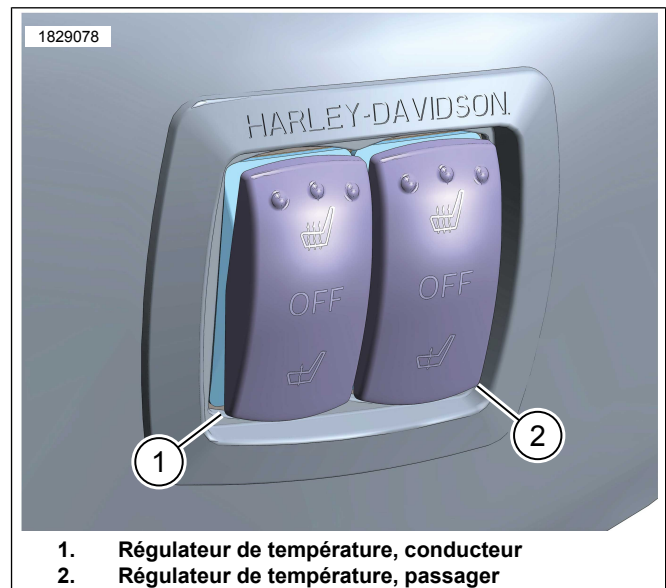

Figure 4. Commutateurs de chauffage de selle
1. Voir la Figure 4. Commutateurs (1, 2) :
- d. La commande de réglage du conducteur (1) est celle qui est située le plus près de celui-ci lorsqu'il est en position assise.
- e. La commande de réglage du passager (2) est celle qui est située le plus près de celui-ci lorsqu'il est en position assise.